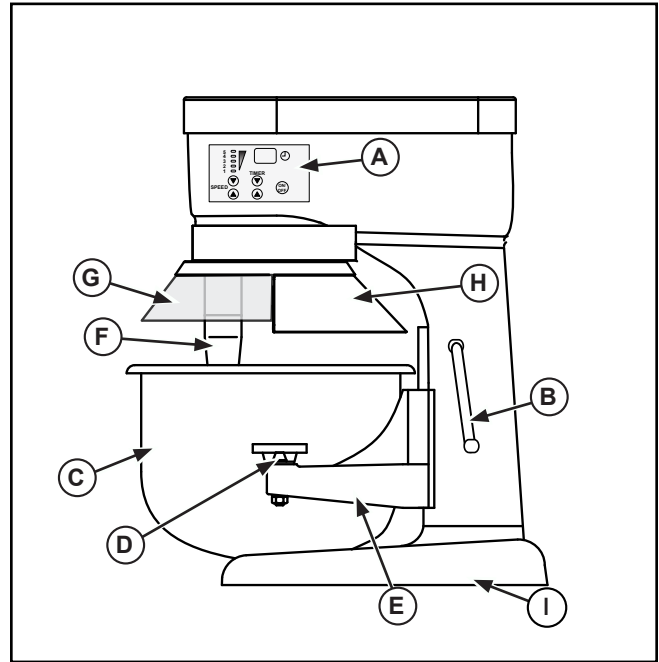

Abbildung 1. 6,6- und 11-l-Mixer – Funktionsmerkmale und Bedienelemente.
2. Vor dem Befestigen der Schüssel das zu verwendende Mischzubehör auswählen. Das ausgewählte Mischzubehör in die leere Schüssel (C) geben. Keinen Versuch unternehmen, das Mischzubehör an der Rührwelle (F) zu befestigen, bevor sich die Schüssel in der vorgesehenen Position befindet. Siehe Abbildung 1, 2, 3 oder 4.
3. Die Schüsselaufgabe durch Drehen der Schüssel-Hebevorrichtung (B) in ihre unterste Position absenken.
4. Die Schüsselsicherungshebel (D) in die ausgezogene bzw. hintere Position drehen.
5. Die Schüssel (C) so halten, dass der Stift auf der Schüssel nach innen zum Mixer zeigt. Die Schüssel so ausrichten, dass der Stift mit dem Stiftschlitz auf der Schüsselaufgabe (E) ausgerichtet ist. Den Stift in den Schlitz schieben.
6. Die Löcher in den Schüsselvorsprüngen mit den Stiften auf der Schüsselaufgabe (E) zur Deckung bringen. Die Schüssel (C) auf die Schüsselaufgabe (E) setzen.
7. Die Schüsselsicherungshebel (D) über die Schüsselvorsprünge nach vorne drehen, um die Schüssel (C) auf der Schüsselaufgabe (E) zu sichern.
8. Das Zubehörprodukt an der Rührwelle (F) befestigen. Die Nut am Zubehörtteil mit dem Stift an der Rührwelle zur Deckung bringen. Das Zubehörprodukt nach oben drücken und drehen, um es mit dem Stift zu arretieren.
9. Die Schüssel (C) mit der Schüssel-Hebevorrichtung (B) durch Drehen nach links auf ihre maximale Höhe anheben, bis sie einrastet.
1. Die Schüssel-Schutzblende (G) schließen. Siehe Abbildung 1. Die Schutzblende muss geschlossen sein, damit der Mixer eingeschaltet werden kann. Wenn die Schutzblende offen oder nicht richtig geschlossen ist, lässt sich der Mixer nicht in Betrieb nehmen.